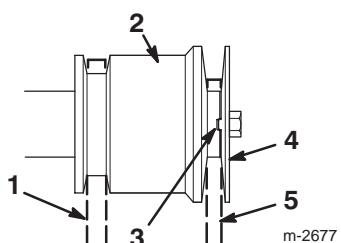

Figure 30
Remarque : Ne pincez pas la courroie d'entraînement de traction (Fig. 30).
15. Remontez la poulie à gorge du moteur en prenant soin de bien engager le relief d'indexation dans le creux d'indexation de la poulie du moteur (Fig. 30).
16. Fixez la poulie à gorge avec la rondelle, la rondelle-frein et le boulon du vilebrequin (Fig. 30).
Remarque : Ne pincez pas la courroie d'entraînement de tarière/roue hélice (Fig. 30).
Remarque : Contrôlez que le relief d' indexation de la poulie à gorge du moteur est bien engagé dans le creux d' indexation de la poulie du moteur centrale. Ne pincez pas la courroie (Fig. 30).